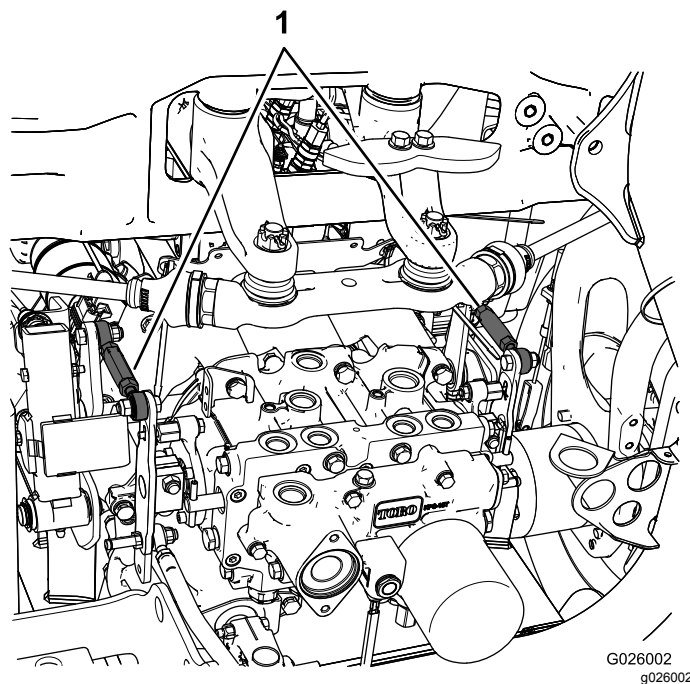

Figura 74
- Si el neumático trasero izquierdo está girando, afloje las contratuercas de la varilla de control de la transmisión del lado izquierdo (Figura 74).